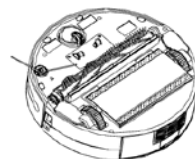

Рис. 4
- 3) После установки тряпки (См. Рис.4), можно начинать влажную уборку, в режиме влажной уборки и работы пылесоса, эффект уборки будет ещё лучше.